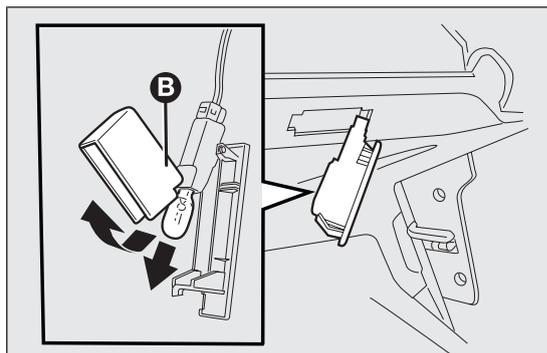

fig. 181
- abrir la protección B fig. 181 y sustituir la lámpara colocada a presión;